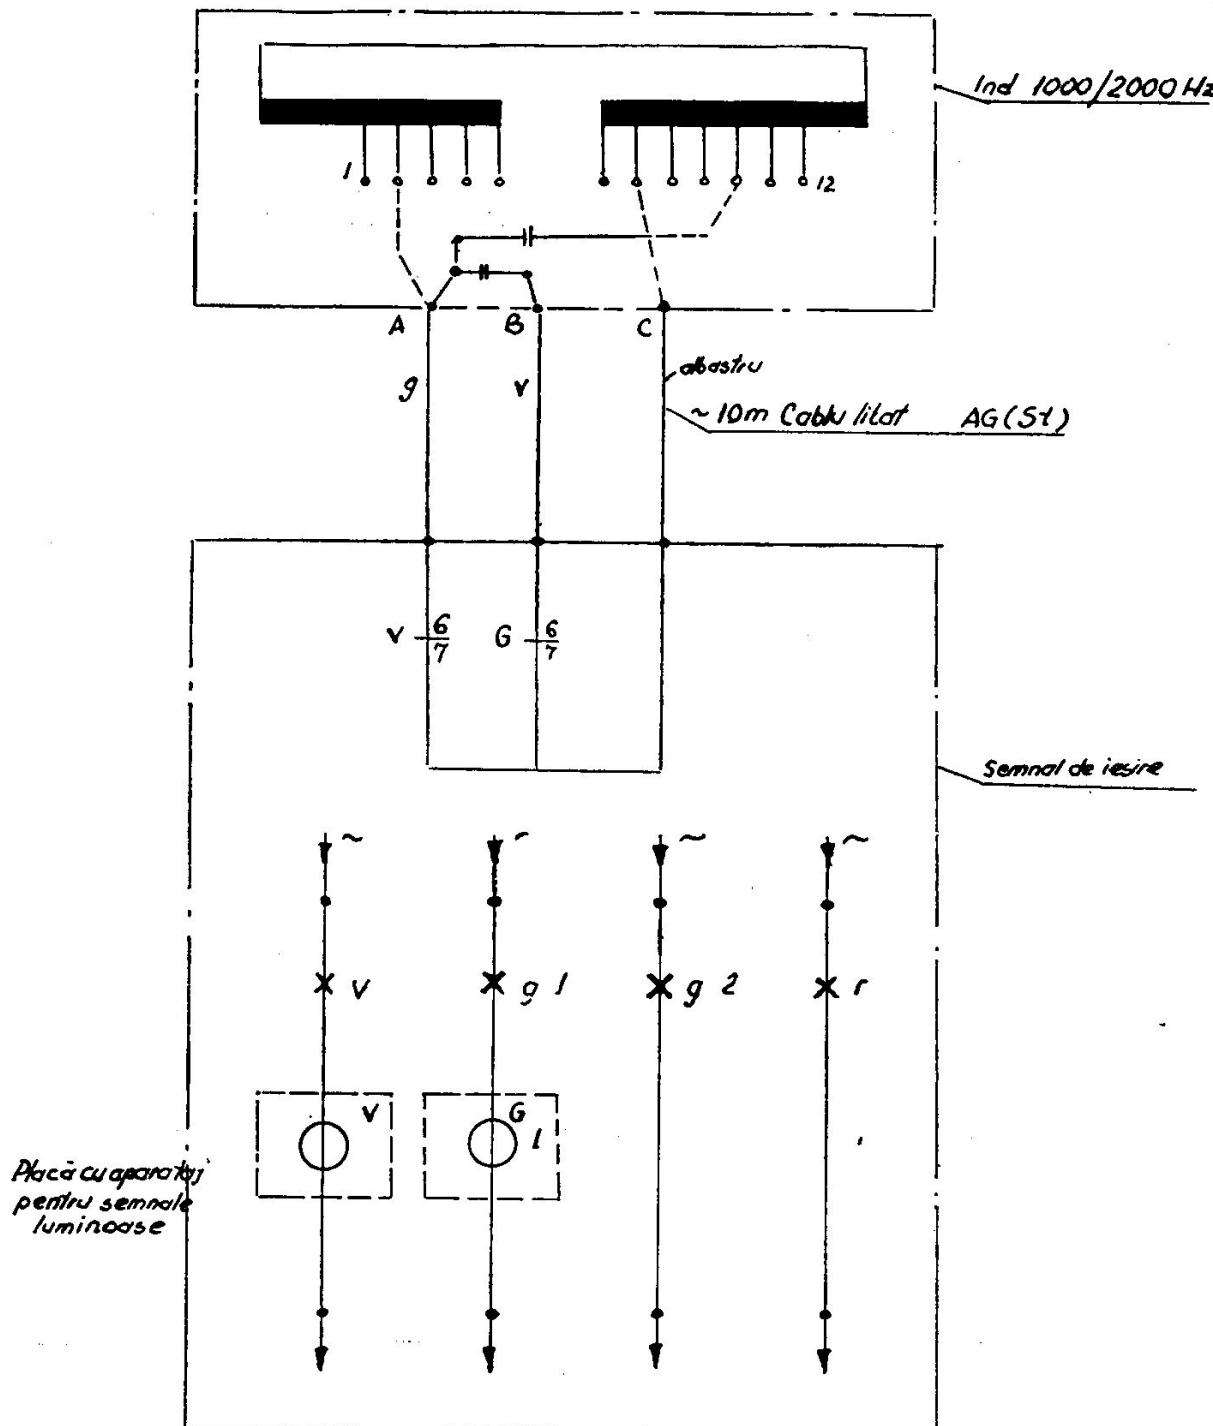

Fig. 69 Schema electrică și conectarea la semnalul de ieșire , alimentat în curent alternativ, de la linia abătură, pe secții cu B.L.A.
o) Semnalul de „ieșire” alimentat în curent continuu de la linia abătură, pe secții cu B.L.A., echipat cu inductor de cale de 1 000/2 000 Hz (fig. 69).